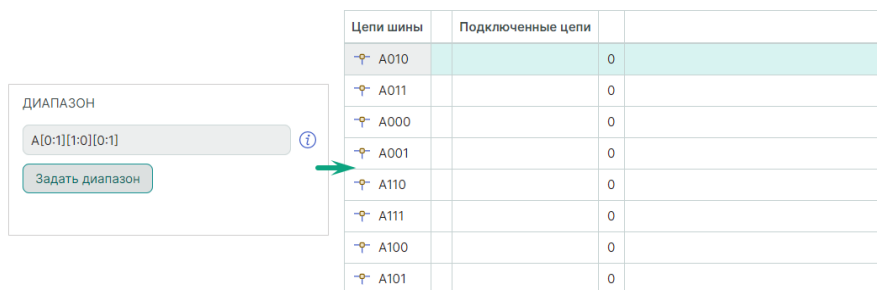

Рис. 194 Добавление диапазона матрицей
- матрицей – Prefix[Min:Max][Max:Min] или Prefix[Max:Min][Min:Max] и т.д., см. Рис. 194.